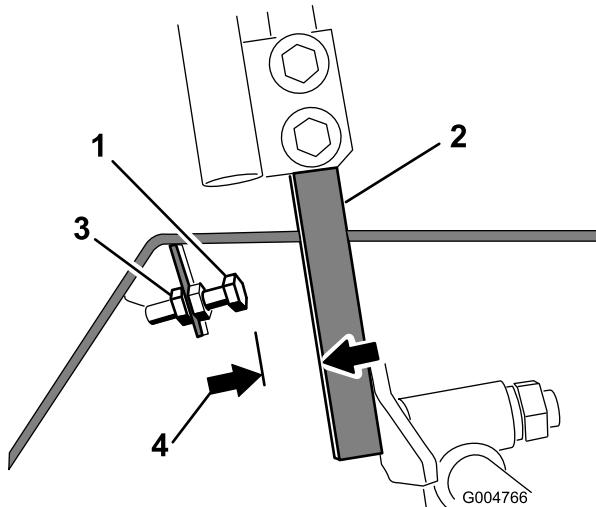

Figure 65
4. Desserez l'écrou de blocage sur le boulon d'arrêt de l'un des leviers de commande (Figure 65).